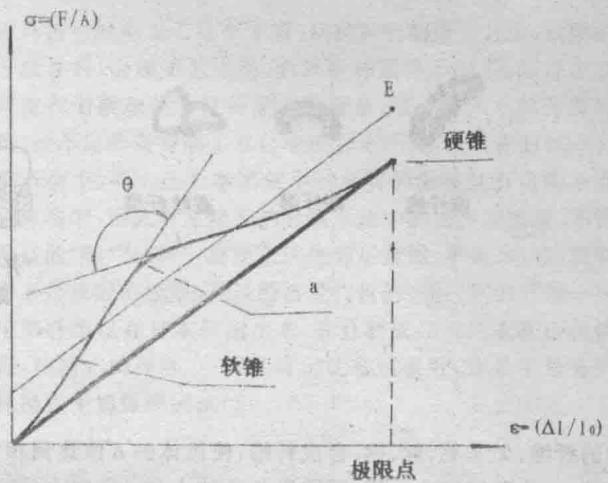

图 5
式中 l_0 为材料原始长度， Δl 为材料伸长，而在非极限条件下，则有图 5 硬锥与软锥材料的应力—应变曲线关系。假设声功率较大，则分割振动也大，而 E' 相对提高，这就使软锥具有较好的瞬时功率特性和较宽的功率频率响应。因此，改善软锥的 E 和 δ ，使 E 的变化控制在最佳范围，如果纤维软盆有较高 α 值时，采用高阻轭环和在软锥涂上或层压阻尼材料层，可以降低 c 来减小弯曲谐振与反谐振频率的间隔，同时，将锥体厚度 h 由内边逐渐向外边变薄，这样从内边到外边及轭环形成了一个均匀过渡的“延长的刚性活塞作用”，因而即使软盆的抗瞬间力加强，能应付瞬时强电流信号，又得到宽频带的功率响应，可见软盆具有一个良好的质量弹簧系统，更附合声学特性，在音色上听起来较为温和，又同样能取得爆棚的效果。这也是许多专业大功率扬声器采用软盆的道理之所在。就标准锥体而言，软盆是当之无愧的。
1. 由图 5 可看出软锥在较大力的弯曲波作用下，在曲线上存在一个转折点，这个点称为屈服点 a ，在屈服点 a 软锥会引起较大的分割振动及参变失真，最早参变失真主要是针对曲锥纸盆，在曲锥的轴线上由轴向驱动力产生的纵向分力使曲锥向外或向内弯曲，这种弯曲在曲锥纸盆的边
3. 以往认为把纤维软锥盆压的越紧越好，这种观点是错误的，虽然取得了较高的密度 ρ ，在压力过大的情况下，但会导致图 5 中 E' 的下降。应该以对不同的纤维采取不同的压制方法、压力和压锥形式。单用纸纤盆的 $\delta=0.04$ ，是不适合高指标的扬声器品种的，所以加入一些其他较高 δ